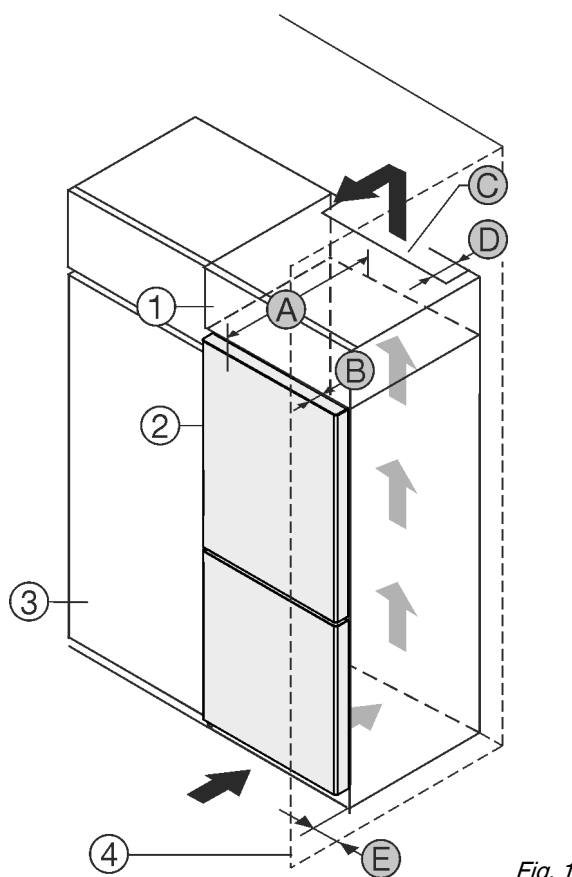

Fig. 1
Non collocare l'apparecchiatura accanto al mobile da cucina Fig. 1 (3).*
Sul lato posteriore dell'armadietto sovrapponibile deve essere presente un vano di scarico dell'aria con la profondità Fig. 1 (D) che attraversa l'intera larghezza dell'armadietto sovrapponibile.
Sotto al soffitto deve essere presente la sezione di ventilazione Fig. 1 (C).
Se l'apparecchiatura con cerniere viene installata accanto a una parete *Fig. 1 (4)*, la distanza minima fra l'apparecchiatura e la parete deve essere almeno di 13 mm.
Se l'apparecchiatura con cerniere viene installata accanto a una parete *Fig. 1 (4)*, la distanza minima fra l'apparecchiatura e la parete deve essere almeno di 20 mm.
Per poter aprire completamente le porte, l'apparecchiatura deve sporgere almeno della profondità della porta *Fig. 1 (B)* rispetto al frontale del mobile da cucina. L'apparecchiatura può sporgere ulteriormente a seconda della profondità dei mobili da cucina *Fig. 1 (3)* e dell'utilizzo di distanziatori a parete.*